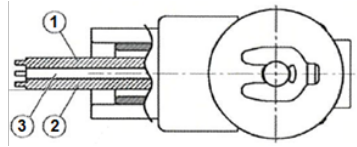

Figure 4. Conduit
- Ne pliez pas les câbles à plus de 90° avec un rayon inférieur à 20 mm, au risque de les endommager. Voir Figure 4.